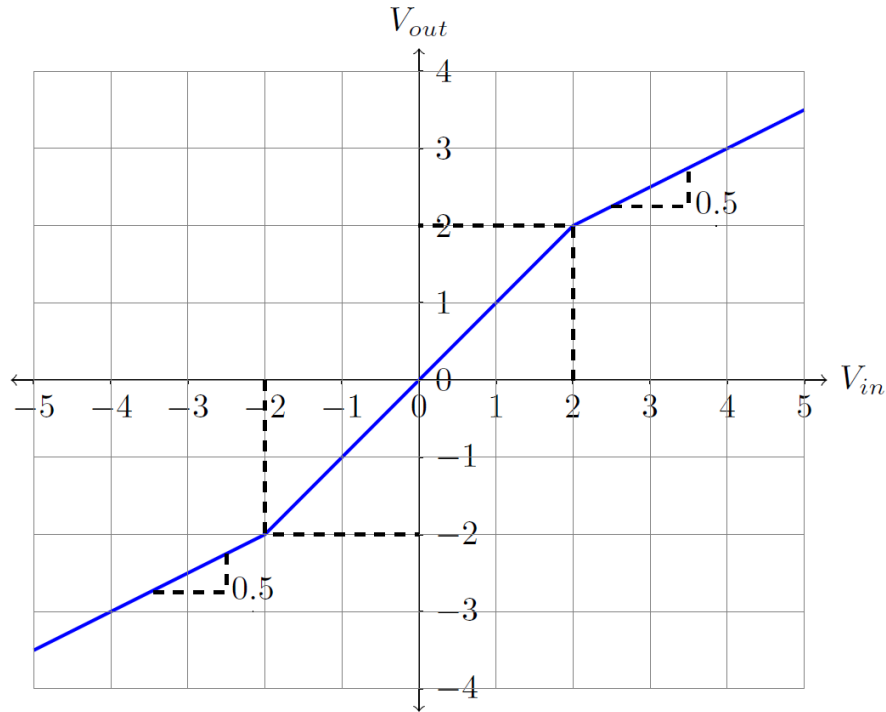

Figura 2. Características de entrada-salida o función de transferencia del circuito a diseñar.
Una empresa que pretende sacar al mercado un nuevo diodo le ha contratado a usted para realizar el diseño preliminar de un circuito de prueba que tenga las características de entrada-salida mostradas en la Figura 2, con la intención de determinar la funcionalidad del diodo en circuitos limitadores. Como parte de los requerimientos de diseño se le pide utilizar todas las resistencias con valor de 1 k, la empresa le indica que realice su diseño por ahora con diodos ideales, además para satisfacer las necesidades puede utilizar otros componentes.
2. Explique brevemente que sucederá con la función de transferencia dada en la Figura 2 al considerar diodos reales con concentraciones N_a , N_d para la juntura. **1 Pt**